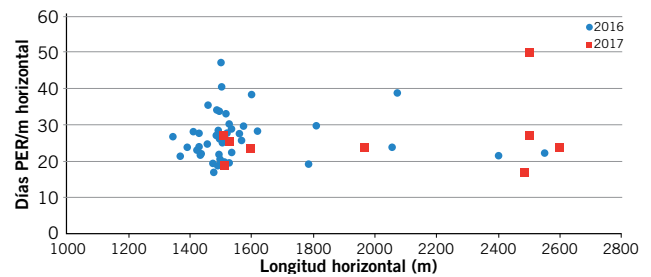

Figura 17. Evolución de la profundidad final y tiempo de construcción de pozos EOr.
- Reducción del tiempo de construcción de pozo en un 63% respecto del promedio Q1 2016 (Figura 17).